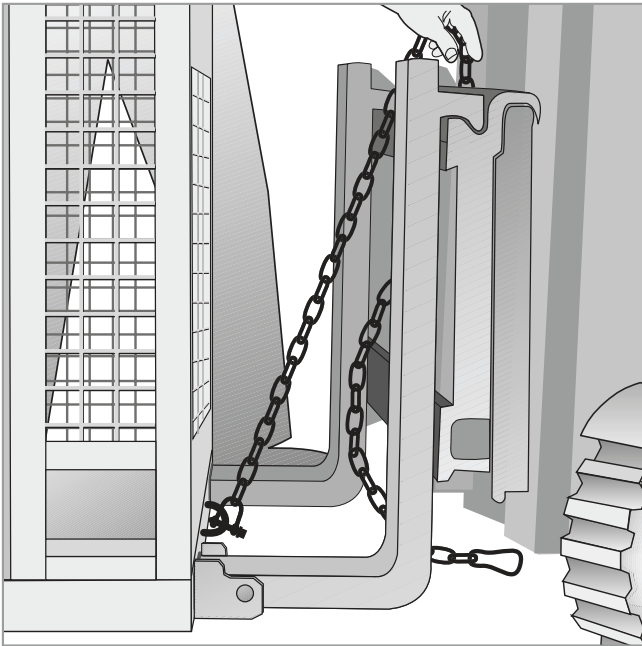

Fig. 5.3.1
- Faire passer la chaîne de sécurité derrière la plaque du chariot (**fig. 5.3.1**) pour la rattacher de nouveau, via un mousqueton à la broche ou à la chaîne elle-même (**fig. 5.3.2**), en veillant à minimiser le jeu de la chaîne qui empêchera le déplacement vers l'avant du conteneur (**fig. 5.3.3**).